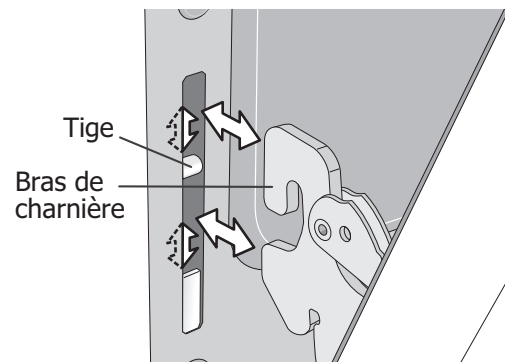

Figure 12: Position de retrait de la porte
4. Continuez à tirer le bas de la porte vers vous lorsque vous faites pivoter le dessus de la porte vers l'appareil pour dégager entièrement les leviers de charnière (Figure 12).
1. Tenez fermement les deux côtés de la porte. N'utilisez pas la poignée de la porte du four (Figure 12).
2. Tenez la porte dans le même angle que pour le retrait. Insérez avec précaution les leviers de charnières dans le cadre du four jusqu'à sentir que les leviers de charnières sont insérés dans les encoches des charnières. Avant d'ouvrir complètement la porte du four, assurez-vous que les bras de charnières sont complètement insérés dans les encoches de charnières (Figure 12).